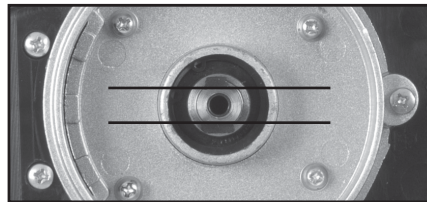

Abb. 12
Hinweis: Die beiden (2) flachen Stellen, die in die Antriebsspindel eingearbeitet sind und in den Stützteller einrasten, sichern den Direktantrieb und die Positionierung. (Abb. 12)